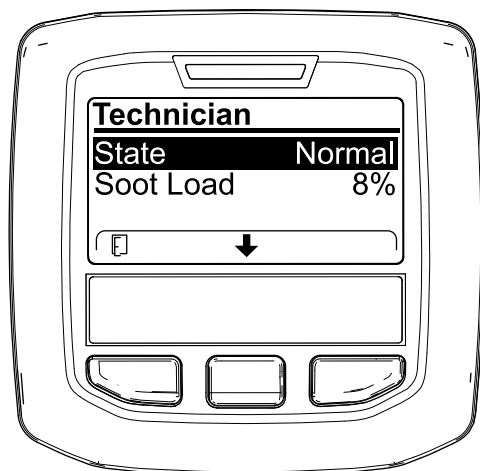

Figura 39
- Utilice la tabla de funcionamiento de DPF para comprender el estado actual del funcionamiento del DPF (Figura 39).